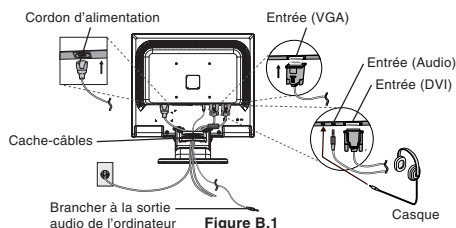

Figure B.1
4. Reliez tous les câbles au connecteur approprié à l'arrière du moniteur (Figure B.1). Branchez les écouteurs (non fournis) au connecteur approprié à l'arrière du moniteur si nécessaire (Figure B.1).
6. Pour attacher le cache-câbles, insérez ses attaches dans les trous sur le support et faites-le coulisser vers le bas (Figure B.1), en vous assurant que les attaches sont solidement fixées.